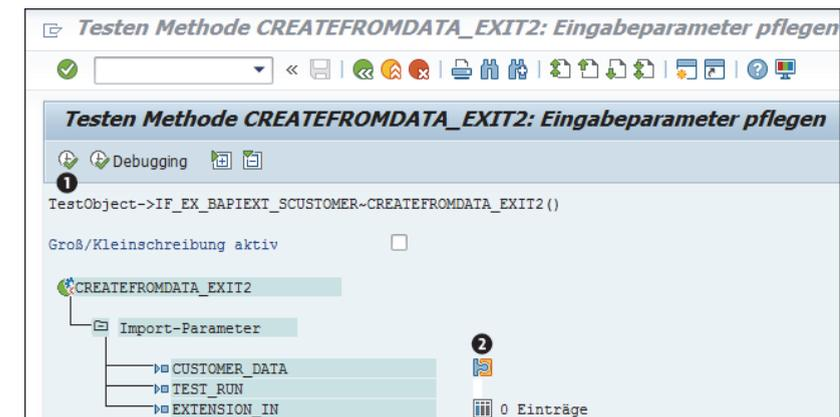

Abbildung 9.40 Importparameter in einer Klassen-Testumgebung
Neben beiden Methoden finden Sie das Icon , das im SAP-System standardmäßig symbolisiert, dass Sie darüber etwas ausführen können (das Icon finden Sie auch unter ❶ in Abbildung 9.40). Nach einem Klick auf das Icon  (**Ausführen**) neben der ersten Methode sehen Sie, dass es für diese Methode drei Importparameter gibt:
Werte anschauen Über das Icon  (**Einsetzen**) werden die Testdaten gespeichert. Mit  kehren Sie zum vorherigen Bild zurück. Für die Importparameter können Sie anschließend ebenfalls Testdaten erfassen. Für die Testdaten der Tabelle klicken Sie dazu auf das Icon  (**Liste**). In ein einfaches Eingabefeld können Sie die Daten direkt eintragen. Nachdem Sie die Testdaten erfasst haben, klicken Sie auf das Icon  (**Ausführen**) in Abbildung 9.40, um die Methode auszuführen. Als Ergebnis werden Ihnen die Exportparameter der Methode mit ihren Inhalten angezeigt (siehe Abbildung 9.42). In diesem Beispiel wäre es eine Tabelle, allerdings ohne Einträge. Diese Testdatenkonstellation hat also nicht zum gewünschten Ergebnis geführt.
Sie können dem ungewünschten Ergebnis tiefer auf den Grund gehen, indem Sie den Debugger einschalten. Mit einem Debugger können Sie Schritt für Schritt die Ausführung der codierten Befehle verfolgen. Ein Programm oder das Coding eines Funktionsbausteins oder einer Methode wird dabei wie in einem Editor dargestellt. Beim Testen von Funktionsbausteinen oder Methoden rufen Sie den Debugger über den Button  in dem in Abbildung 9.40 gezeigten Bild auf.